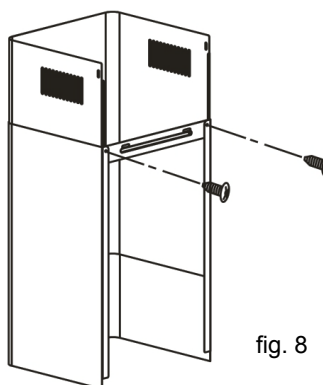

fig. 8
- Fixe o apoio plano na parte de trás da chaminé inferior. (fig. 8).